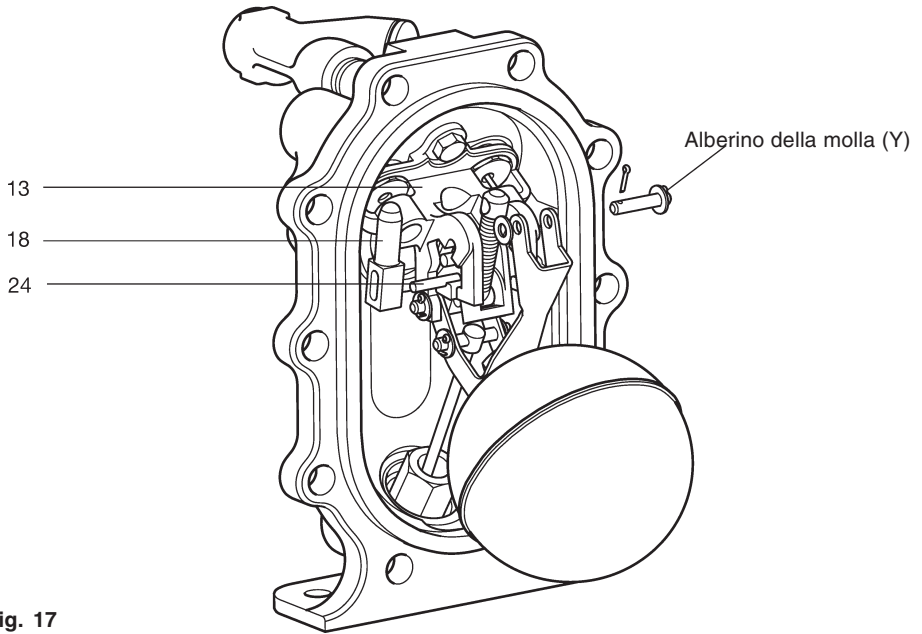

Fig. 17
4. Sfilare copiglia e rondella (Y) dal perno della molla (vedere la fig. 17).
7. Disimpegnare cautamente la valvola di sfianto dall'estremità del codolo del braccio di azionamento (particolare 24, mostrato nella fig. 17), facendo attenzione a non far fuoriuscire o danneggiare la piccola molla antagonista.
15. Ricollegare le connessioni con le linee di alimentazione fluido motore e di sfianto contrassegnate (S) ed (E), e le linee di ingresso e scarico della condensa contrassegnate (IN) ed (OUT). L'APT10 - 4,5 può ora essere messo in servizio.